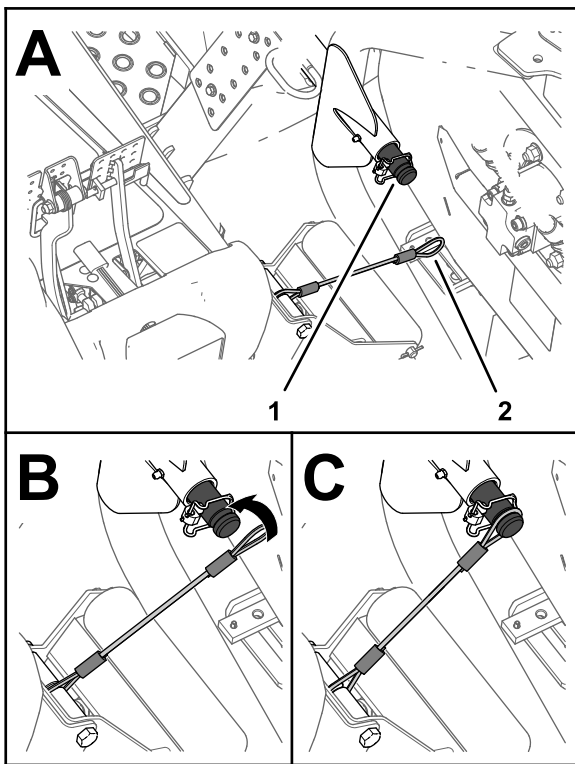

Figura 33
5. Allineate il cordino all'albero portante del braccio di sollevamento dell'apparato di taglio anteriore esterno (Figura 33).
6. Fate scorrere l'occhiello del cordino sull'albero portante fino a quando non è completamente inserito nella scanalatura sull'albero (Figura 33).